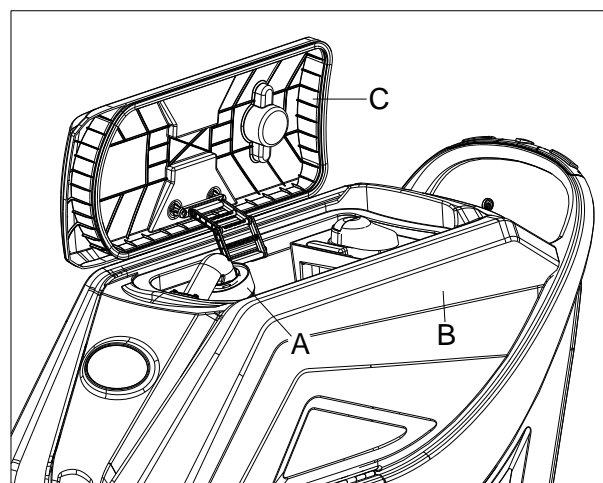
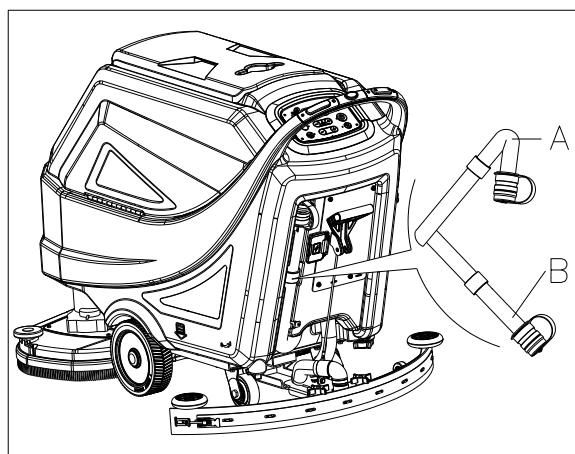

Figura 16
Figura 17
Un sistema di spegnimento automatico a galleggiante (A, Figura 16) blocca il sistema di aspirazione quando il serbatoio acqua di recupero (B) è pieno. La disattivazione dell'impianto di aspirazione è segnalata da un aumento improvviso della frequenza del rumore del motore dell'impianto di aspirazione, inoltre il pavimento non è asciutto.
Nel caso in cui l'impianto di aspirazione si spenga per cause accidentali (ad esempio per l'intervento prematuro del galleggiante durante uno spostamento brusco della macchina), per ripristinarne il funzionamento, spegnerlo premendo l'interruttore (50, Figura 3), quindi aprire il coperchio (C, Figura 16) e accertarsi che il galleggiante presente all'interno della griglia (A) sia sceso fino al livello dell'acqua, quindi chiudere il coperchio (C) e riavviare l'impianto di aspirazione premendo l'interruttore (50, Figura 3).
Quando il serbatoio acqua di recupero (B, Figura 16) è pieno, svuotarlo effettuando la seguente procedura.
5. Svuotare il serbatoio acqua di recupero con il tubo flessibile (A, Figura 17). Quindi, sciacquare il serbatoio (B, Figura 16) con acqua pulita.
Durante lo scarico dell'acqua di recupero, il tubo dell'aspirazione dello scarico deve essere piegato (A, Figura 17) e abbassato al punto più basso (B, Figura 17), quindi aprire il coperchio del tubo di aspirazione dello scarico per svuotare l'acqua. Non dirigere l'uscita del tubo di aspirazione di scarico verso l'alto per drenare l'acqua verticalmente. Tale accorgimento impedisce di riversare l'acqua sull'operatore.